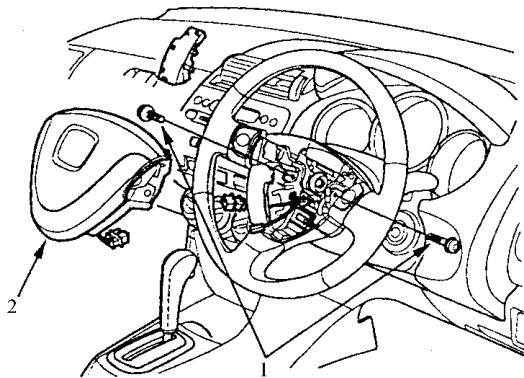

图 11-34 拆卸安全气囊
3) 如图 11-34 所示, 使用 T30 钻头, 拆卸 2 个螺栓。然后, 拆卸驾驶员安全气囊。